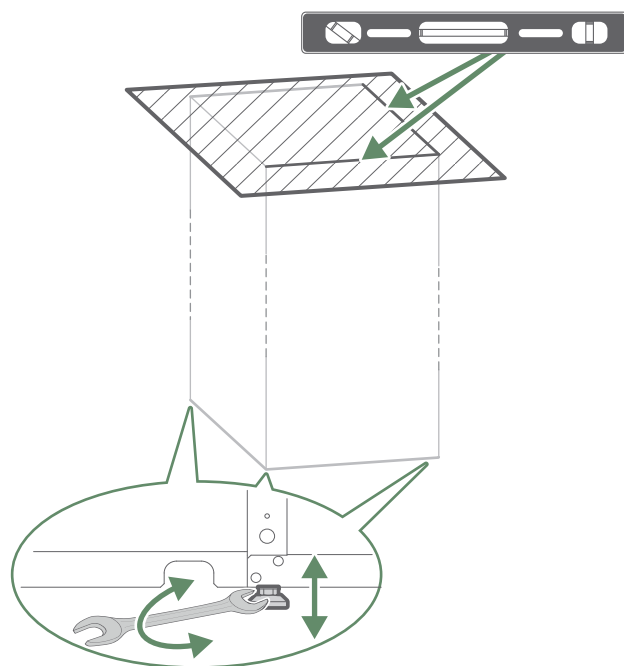

fig. 20 - Nivelar
- Nivelar o módulo hidráulico (*fig. 20*).